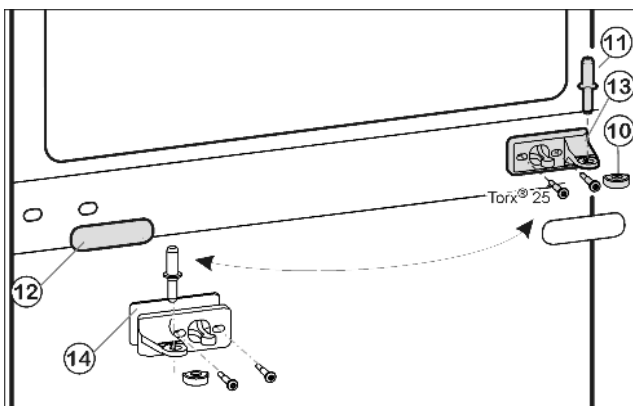
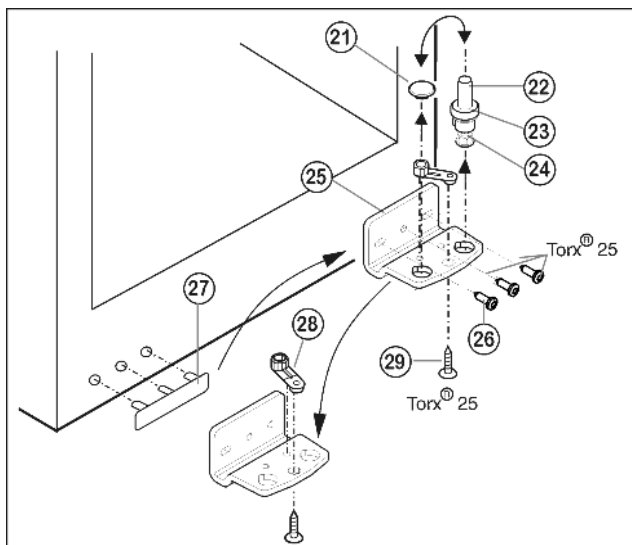

Fig. 6
Fig. 7
- ▶ Estrarre il perno di supporto centrale Fig. 6 (11) dal blocco di supporto e dalla porta inferiore.
- ▶ Staccare il coperchio di plastica Fig. 6 (10).
- ▶ Svitare il blocco di supporto centrale Fig. 6 (13) (2 x Torx® 25).
- ▶ Staccare il pannello di copertura Fig. 6 (12) facendo attenzione.
- ▶ Avvitare il blocco di supporto centrale Fig. 6 (13) con spessore Fig. 6 (14) ruotato di 180° sul nuovo lato cerniera saldamente a 4 Nm.
- ▶ Innestare nuovamente la copertura Fig. 6 (12) ruotata di 180° sul nuovo lato impugnatura.
- ▶ Togliere completamente il perno di supporto Fig. 7 (22) con lo spessore Fig. 7 (23) e il piedino di regolazione Fig. 7 (24), estrarre tirando verso l'alto.
- ▶ Togliere il tappo Fig. 7 (21).
- ▶ Svitare il blocco di supporto Fig. 7 (25).
- ▶ Svitare l'elemento di supporto Fig. 7 (28) e spostarlo Fig. 7 (29) nel foro di alloggiamento opposto, serrarlo nuovamente.
- ▶ Staccare la copertura lato maniglia Fig. 7 (27) facendo attenzione e spostarla sul lato opposto.
- ▶ Fissare nuovamente il blocco di supporto Fig. 7 (25) sul nuovo lato cerniere, eventualmente servendosi di un avvitatore a batteria (a 4 Nm) a 4 Nm.
- ▶ Inserire nuovamente il tappo Fig. 7 (21) nell'altro foro.
- ▶ Inserire nuovamente il perno di supporto Fig. 7 (22), con lo spessore e il piedino di regolazione. Prestare attenzione in modo l'arresto sia rivolto verso il dietro.
- ▶ Appoggiare la porta inferiore dall'alto sul perno di supporto in basso Fig. 7 (22).
- ▶ Applicare nuovamente il coperchio di plastica Fig. 6 (10) sul blocco di supporto centrale Fig. 6 (13).
- ▶ Inserire il perno di supporto centrale Fig. 6 (11) sul nuovo lato cerniera attraverso il blocco di supporto centrale Fig. 6 (13) nella porta inferiore.
- ▶ Mettere la porta superiore sul perno di supporto centrale Fig. 6 (11).
- ▶ Eventualmente allineare le porte sopra le due asole nel blocco di supporto in basso *Fig. 7 (25)* e nel blocco di supporto al centro *Fig. 6 (13)* a filo con l'involucro dell'apparecchio. Svitare la vite centrale nel blocco di supporto in basso *Fig. 7 (25)*.